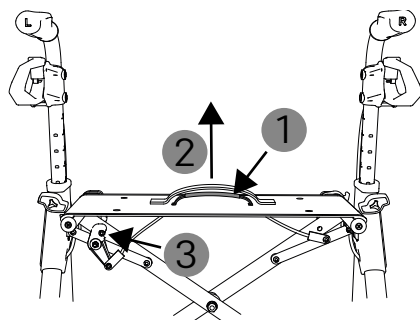

fig. 8
1. Posizionarsi tra le manopole di spinta e afferrare sotto il tirante grigio (1, fig. 8) per rilasciare il blocco montante. Il tirante è la cinghia inferiore che giace piatta sulla seduta.
2. Tirare il tirante e la seduta verso l'alto (2, fig. 8).
3. In questo modo il blocco montante (3, fig. 8) si sgancerà e il deambulatore si chiuderà.